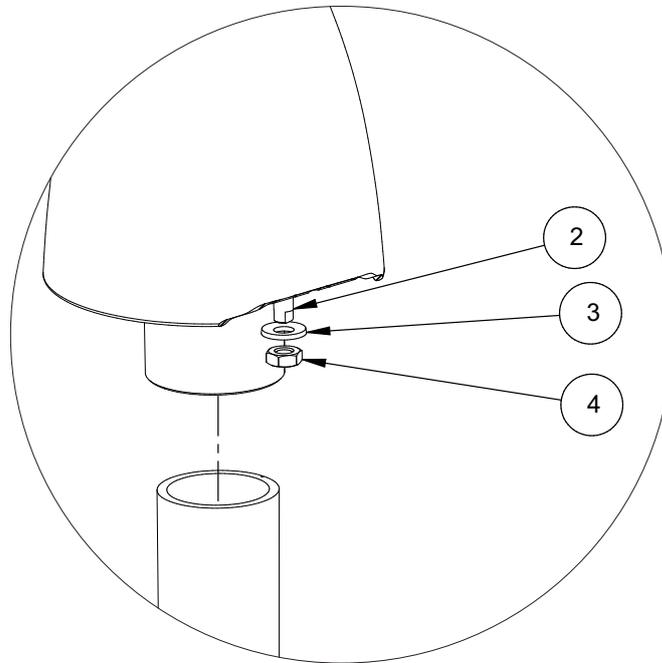

Abbildung 8.6: Aufbau der Erdungsklemme
1. Entfernen Sie die Mutter (Pos. 4 in Abb. 8.6) und die Sicherungsscheibe (Pos. 3).